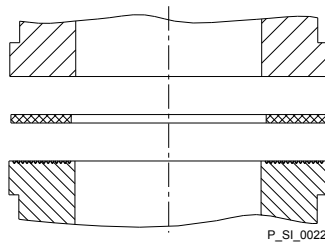

Fig. 16 : Joint plat en élastomère en cas de pièce folle non rainurée
- Toutefois, si une pièce folle non rainurée est utilisée (par ex. pièce d'une autre marque), un joint plat en élastomère doit être ajouté - voir Fig. 16 .